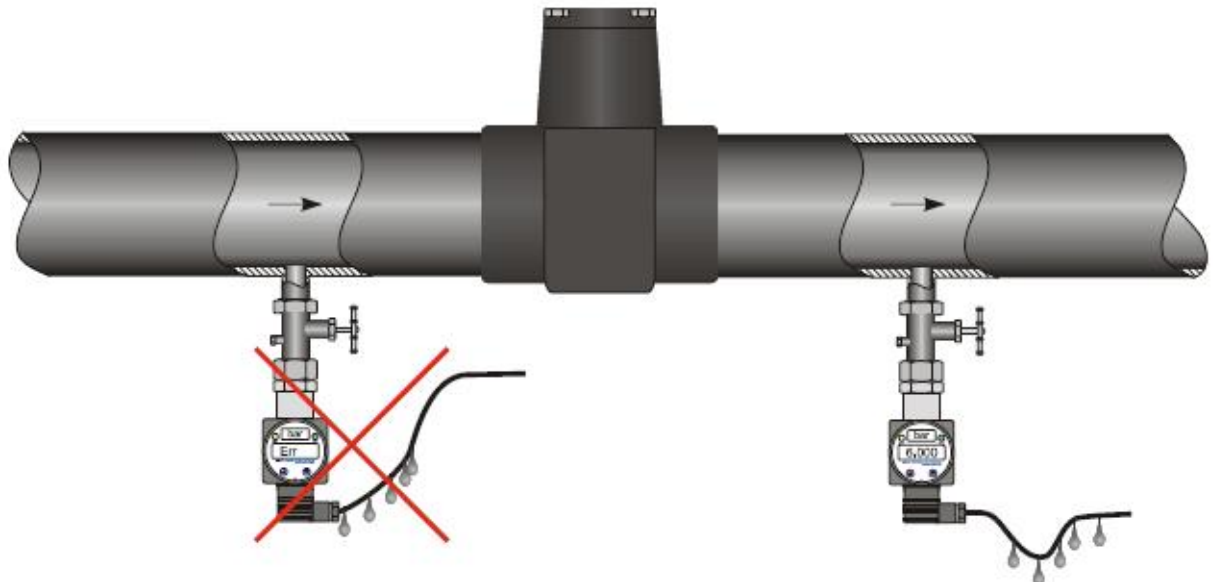

Рисунок 4. Неправильная (слева) и правильная (справа) прокладка кабеля датчика.
2.4.6. При прокладке питающих и сигнальных линий следует исключить возможность попадания конденсата на кабельный ввод датчика (рис. 4.)